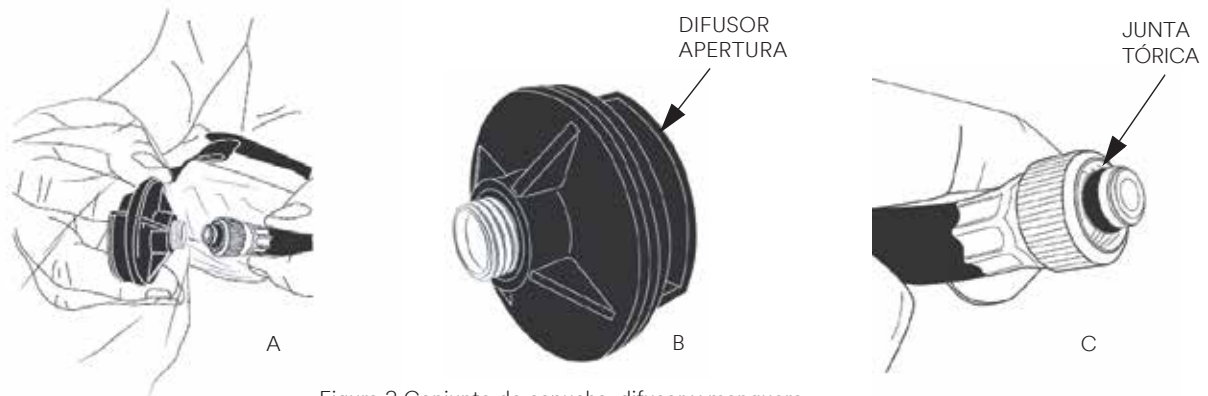

Figura 3 Conjunto de capucha, difusor y manguera
- 2 Desmonte el respirador desenroscando el collar estriado de la manguera del difusor de la capucha. Ver Figura 3 y la manguera. Abra la correa de retención de gancho y bucle y retire el cilindro de la bolsa de transporte.
- 2 Coloque la capucha en la manguera enroscando el collar estriado de la manguera en el difusor y apriete a mano. Ver Figura 3 A.